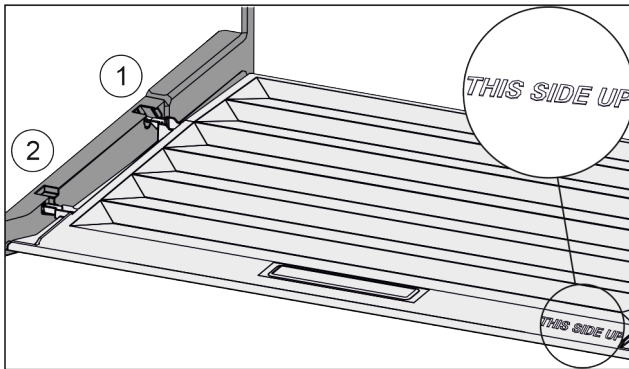

Fig. 32
- ▶ Introduire les rainures du couvercle par l'orifice du support arrière Fig. 32 (1) et les enclencher à l'avant dans le support Fig. 32 (2).